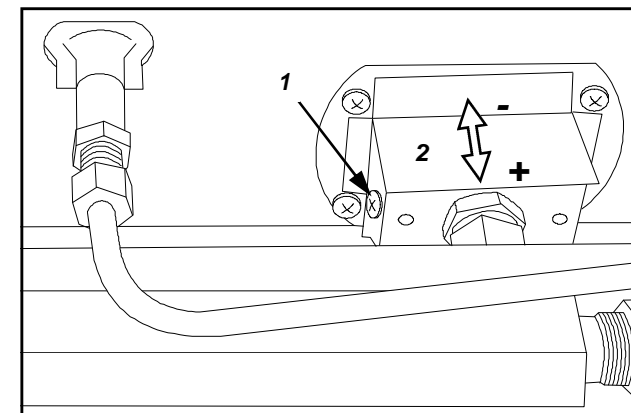

FIG. 9 (RÉGLAGE D'ENTRÉE D'AIR DES BRÛLEURS DE VÔUTE ET DE SOLE)
- A) REMPLACEMENT DES INJECTEURS ET DES BRÛLEURS DE VÔUTE ET DE SOLE. DEVISSER LE PANNEAU FRONTAL (FIG.3-RÉF.2) ENLEVER LE REGISTRE DE L'AIR (FIG.9-RÉF.1/2) POUR VOIR ET ATTEINDRE LES INJECTEURS. DEVISSER LES INJECTEURS ET LES REMPLACER PAR CEUX INDIQUÉS DANS LE TABLEAU DES DONNÉES TECHNIQUES CONCERNANT LE MODÈLE DU FOUR ACHETÉ.
- D) RÉGLAGE DE L'ARRIVÉE D'AIR BRÛLEURS DE VÔUTE ET DE SOLE DESSERER LA VIS (FIG.9-RÉF.1) POUR FAIRE, COULISSER, DANS LA BOUTONNIÈRE SPÉCIALE L'OUVERTURE D'AIR DU BRÛLEUR (FIG.9-RÉF.2). UNE FOIS LE RÉGLAGE EFFECTUÉ, VISSER POUR FIXER LA PIÈCE.